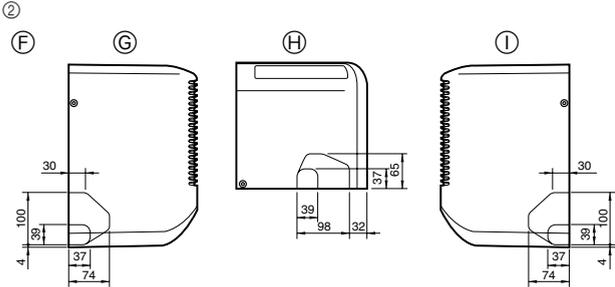

Fig. 4-3
- 2 Ünitenin gövdesindeki işaretli delik yerlerinin konumunu tespit ediniz (Fig. 4-3)